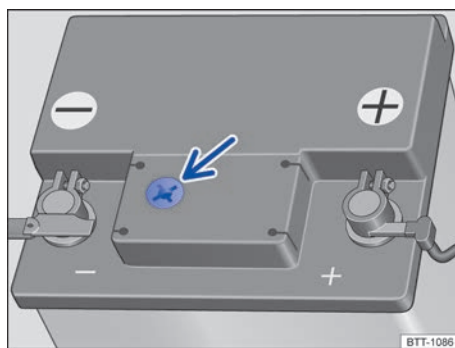

Fig. 186 No compartimento do motor: exemplo de posição do visor no lado superior da bateria do veículo.
- O visor redondo → Fig. 186 na parte superior da bateria do veículo muda de cor conforme o nível do eletrólito.